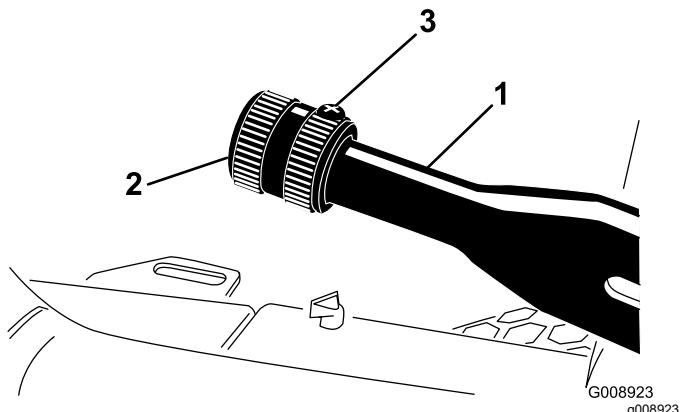

Bild 77
2. Lösen Sie die Stellschraube, mit der das Handrad am Feststellbremshobel befestigt ist (Bild 77).